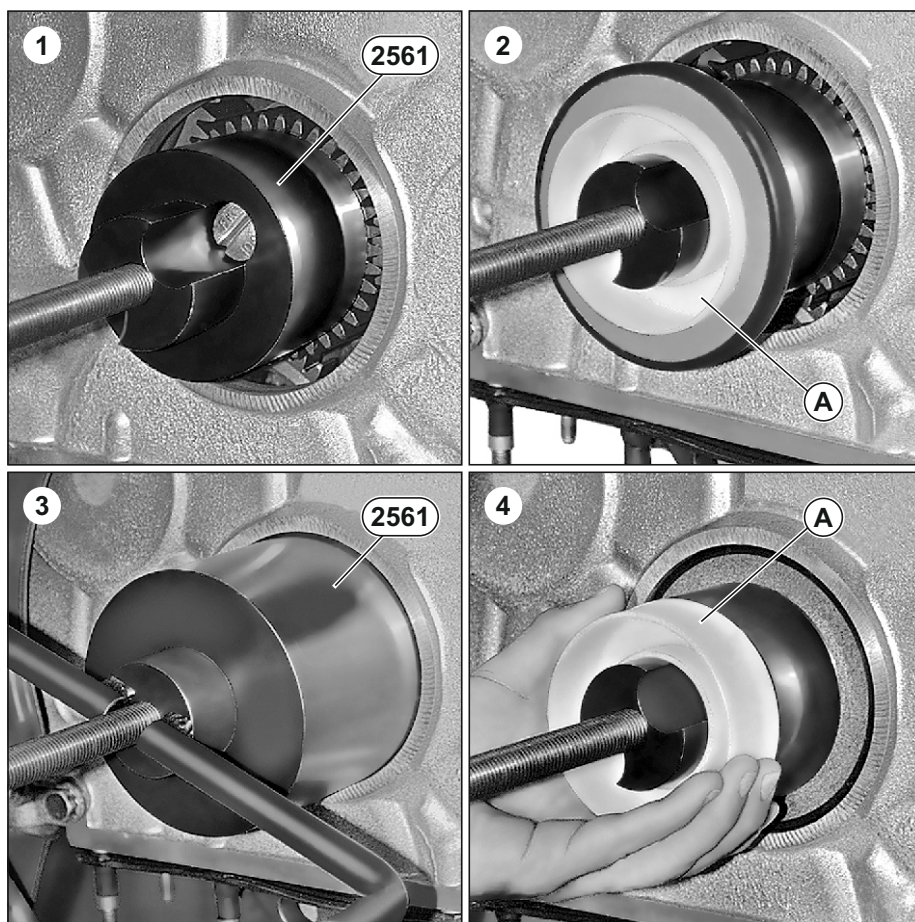

Рис. 111. Последовательность установки манжеты вала коленчатого передней.
1. Установить приспособление **2561** (см. Рис. 111).